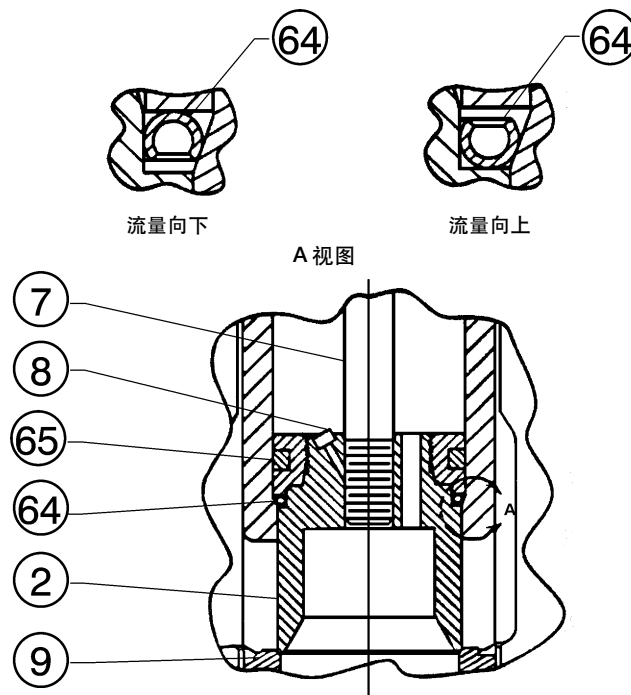

图9. EWD 型配用C-seal 阀内件
1. 给 C-seal 阀芯密封件的内直径涂敷合适的高温润滑剂。同样润滑阀芯的外直径，在那里 C-seal 阀芯密封件必须压进适当的密封位置（图 9）。
- 在具有流量向上的阀门结构（图 9）中，C-seal 阀芯密封件内部敞开的那面必须面向朝上。
● 在具有流量向下的阀门结构（图 9）中，C-seal 阀芯密封件内部敞开的那面必须面向朝下。
1. 给 C-seal 阀芯密封件的內直径涂敷合适的高温润滑剂。同样，润滑阀芯的外直径，在此 C-seal 阀芯密封件必须压进适当的密封位置 (图 9)。
- 在具有流量向上的阀门结构 (图 9) 中，C-seal 阀芯密封件内部敞开的那面必须面向朝上。
● 在具有流量向下的阀门结构（图9）中，C-seal 阀芯密封件内部敞开的那面必须面向朝下。